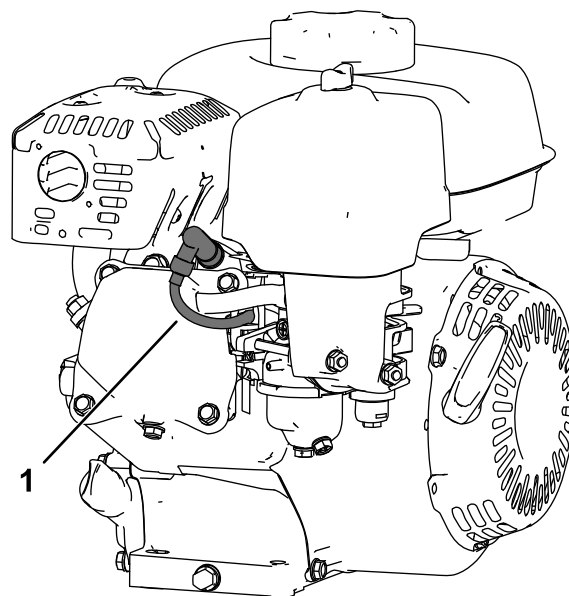

Рисунок 29
5. Отсоедините провод свечи зажигания (Рисунок 29).